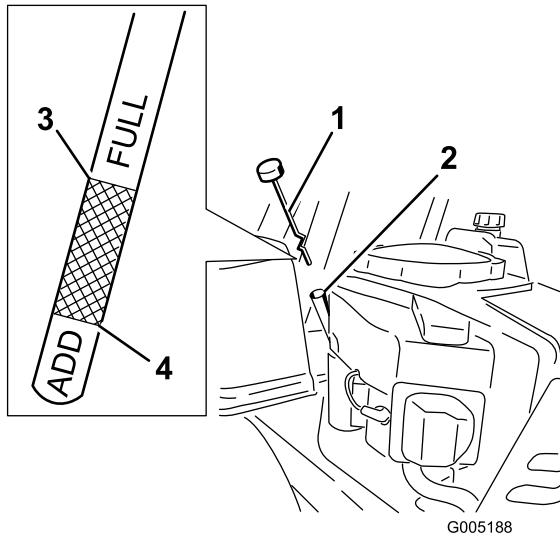

Figure 28
- Dévissez et retirez la jauge, puis essuyez-la sur un chiffon (Figure 28). Réintroduisez la jauge dans le tube jusqu'à ce que le bouchon repose sur le tube. Ne vissez pas le bouchon sur le tube.
- Sortez de nouveau la jauge et vérifiez le niveau d'huile. (Figure 28).
7. Enlevez le bouchon de remplissage/la jauge (Figure 28).
13. Versez avec précaution environ 80% de la quantité d'huile spécifiée dans le goulot de remplissage (Figure 28)
14. Remettez le bouchon de remplissage/la jauge en place (Figure 28).
15. Vérifiez le niveau d'huile (Figure 28) (voir Contrôle du niveau d'huile).
17. Remettez le bouchon de remplissage/la jauge et serrez à fond (Figure 28).